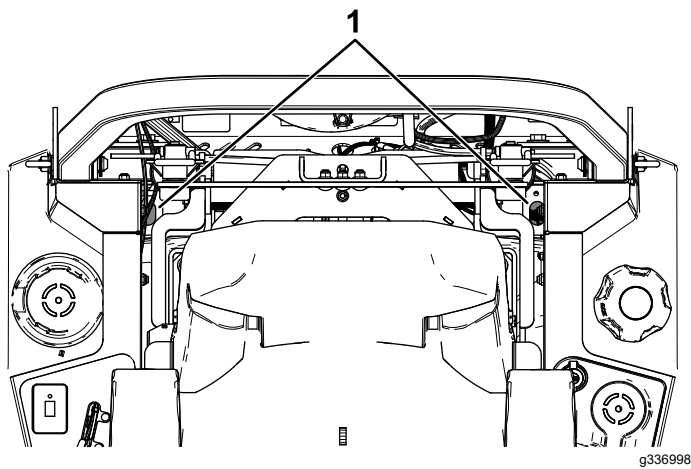

Figura 90
- **Transmisiones hidrostáticas ZT 4400:** utilice una extensión y una llave de vaso de 7/16" para acceder al tapón de ventilación desde la parte superior de la máquina a través de los orificios situados cerca de los soportes de la barra antivuelco (Figura 90).